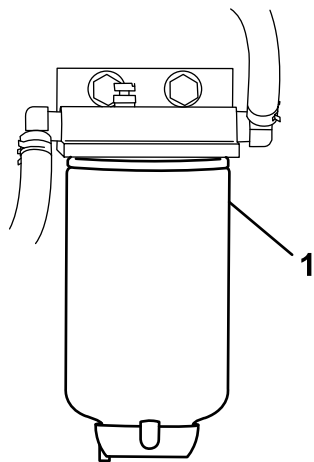

Figura 25
3. Desenrosque el filtro de combustible del soporte (Figura 25).